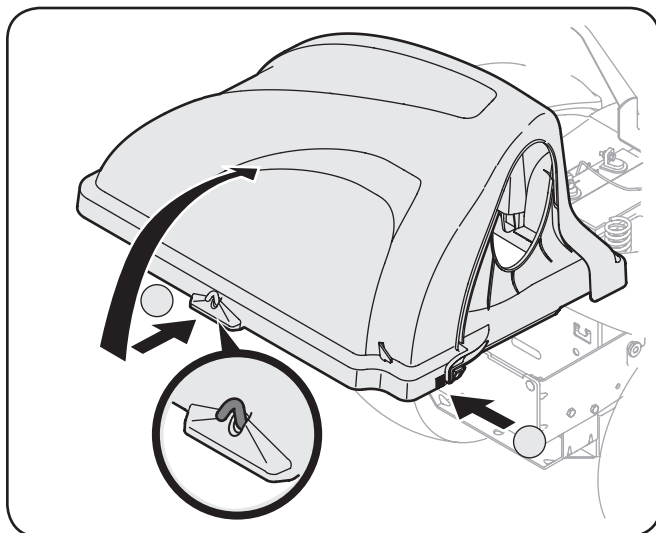

Figure 4-17
7. Ouvrez le capot en appuyant sur l'arrière, la languette du côté droit avec votre main droite, comme illustré au point 1 de la figure 4-17, et levez le couvercle avec votre main gauche placée sur à l'arrière du centre du couvercle du dispositif d'ensachage, point 2.